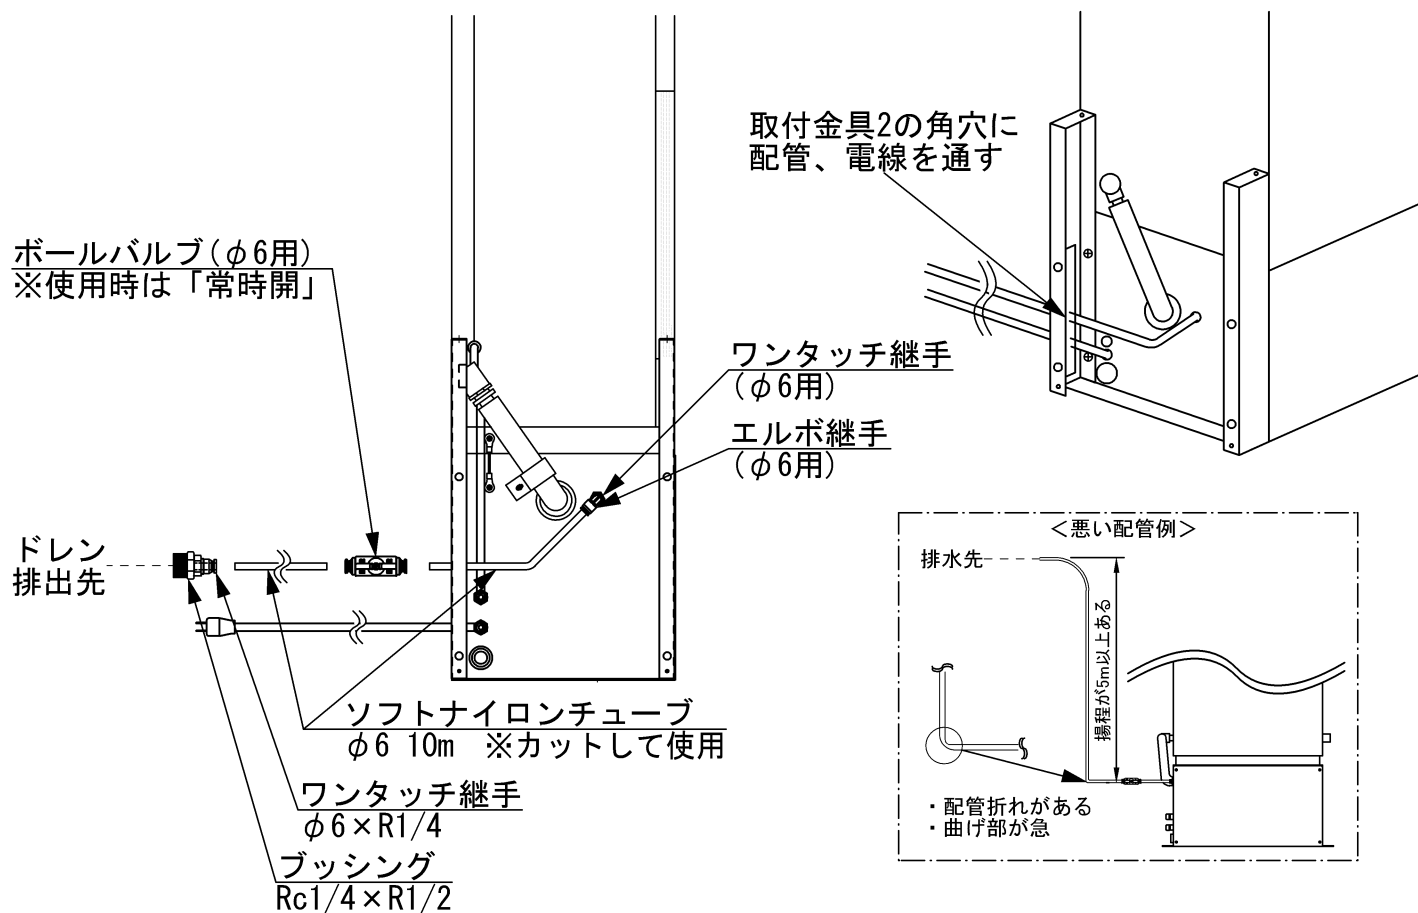

図4-5 配管施工図 (配管カバー設置時)
手順③配管および電線を図4-5の通り取付金具2の角穴を通して施工する